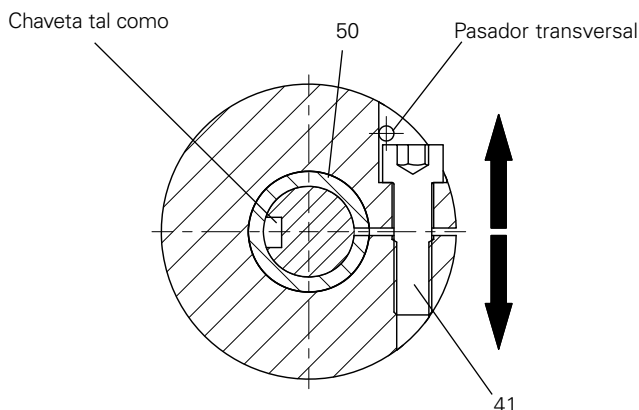

Figura 3
- En los ejes de motor que tengan una chaveta, quitar la chaveta y orientar el eje con la ranura de la chaveta tal como se muestra en la figura 3.
- Quitar el tapón plástico/tornillo de cierre en el agujero de montaje (30) de la carcasa del adaptador.
- Si hay un casquillo de sujeción, debe orientarse tal como se muestra en la figura 3.
- En tanto el eje del motor no pueda ser introducido, destornillar el tornillo de apriete (41) aprox. un cuarto de giro en contra del pasador transversal para que el cubo pueda expandirse (ver figura 3).
- Apretar el tornillo de apriete (41) en el anillo de apriete; para ello pasar la pieza de prolongación de la llave dinamométrica a través del agujero de montaje (30). Par de apriete M_A según tabla.
- Cerrar nuevamente el agujero de montaje (30) con el tapón plástico/tornillo de cierre.